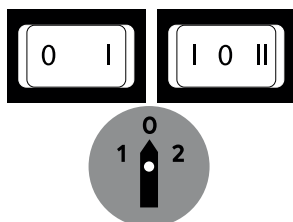

Fig. 1
- Qualsiasi tipo di operazione, sia essa di pulizia, di controllo del prodotto lavorato, di regolazione, di montaggio ecc., deve essere sempre eseguita con la macchina ferma, cioè l'interruttore sulla posizione zero (vedi Fig. 1) e la spina del cavo di alimentazione staccata dalla presa di corrente, onde evitare ogni possibile avviamento involontario in fase diversa da quella di lavoro.
- Solo a questo punto, dopo aver verificato attentamente che l'interruttore del motore sia nella posizione **0** (Fig. 1), si può inserire la spina nella presa di corrente.